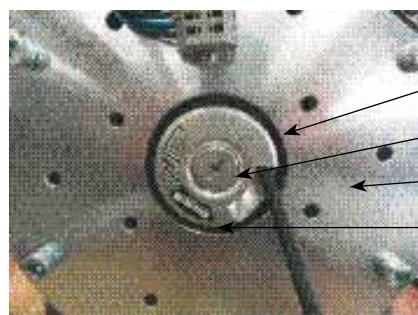

Fig. 7 :
- Identifique el encoder por medio de la referencia en la etiqueta (referencia 4 fig. 7).
- Compruebe que el nuevo encoder sea idéntico al del motor. (Ver 4 fig. 7)
Importante: no desmontar el freno (referencia 3 fig. 7), ya que esta centrado en fabrica con respecto al rotor, con la ayuda de una herramienta especial con una precisión de una décima de grado.
- Destornillar (2 vueltas de llave SW2) el tornillo de fijación del acoplamiento del encoder (referencia 1 fig. 7) en el alojamiento del encoder en el freno.
- Destornillar el tapón (referencia 2 fig. 7) del encoder (llave SW4 o destornillador).
- Apretar el pequeño tornillo M2.5 (ref. 1 fig. 7) (llave o destornillador dinamométrico SW2) con un par de 1.25 Nm 0/-0.2 Nm.
- Colocar el tapón (Ref. 2 fig. 7) del encoder (llave SW4 o destornillador).